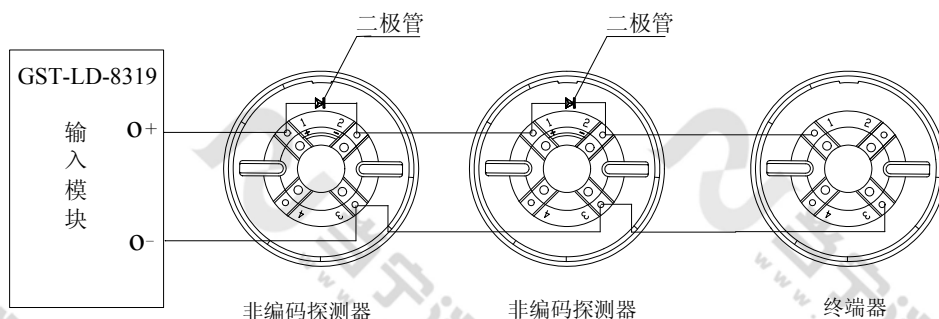

图 4 终端器做探测器底座的系统构成示意图
1. 模块与非编码探测器串联连接时，探测器的底座上应接二极管 1N5819，且输出回路终端必须接 GST-LD-8320 终端器 (JTY-GF-GST9711 点型光电感烟火灾探测器、JTW-ZOF-GST9712 点型感温火灾探测器需接 GST-LD-8320A 终端器)，终端器可当探测器底座使用，即在此终端器上可安装非编码探测器，其系统构成图如图 4 所示 (以接 GST-LD-8320 终端器为例)。